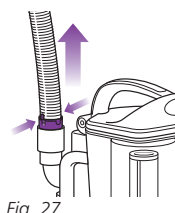

Fig. 27
- 2 Inspectez l'ouverture qui se trouve en-dessous et la brosse rotative. Si une accumulation de débris est présente, la retirer. À l'aide de ciseaux, coupez soigneusement tous fils enroulés autour de la brosse rotative. Évitez d'endommager ou de couper les soies. (Fig. 27)
- Détachez le tuyau extensible de l'arrière du chariot amovible en pressant ensemble les languettes et en tirant vers le haut. (Fig. 27) Raidissez le tuyau et regardez à l'intérieur pour voir s'il s'y trouve des obstructions.